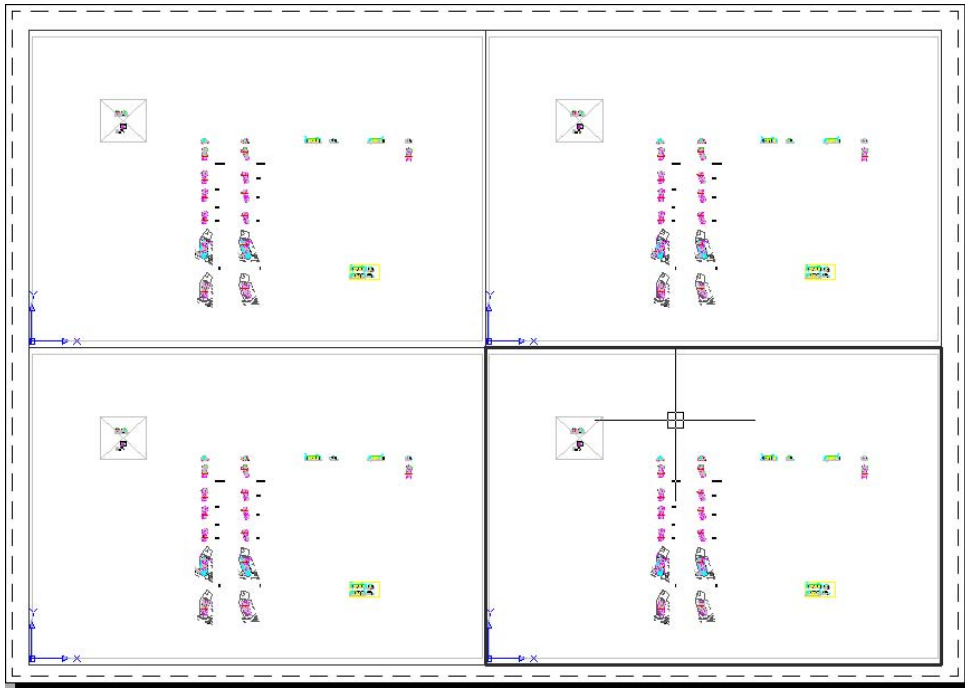

Figure 6.31
31. AutoCAD compose alors automatiquement quatre fenêtres de même taille sur la page de présentation (voir Figure 6.31). Double-cliquons à l'intérieur de la fenêtre de l'angle inférieur gauche pour accéder au dessin de l'objet à travers la présentation.